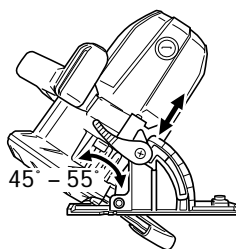

Fig. 5
Si desea usar un ángulo de inclinación de más de 45°, mueva la palanca (A) hacia adentro, tal como se muestra en la Fig. 5, para poder inclinar la cuchilla de la sierra hasta un ángulo máximo de 55° con respecto a la base.